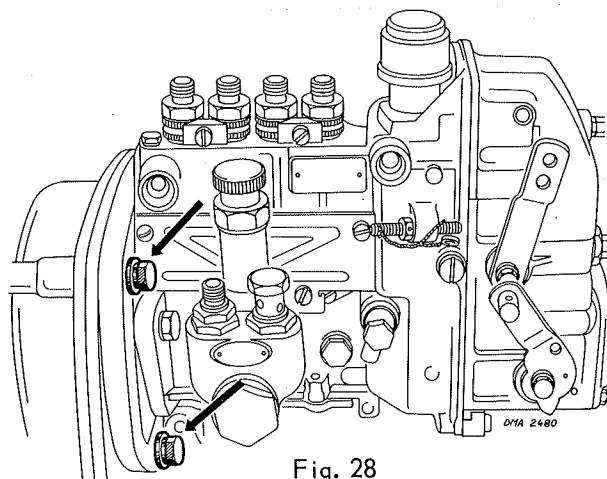

Fig. 28
- Dévisser les trois vis de fixation de la plaque-support de pompe d'injection et sortir cette dernière avec son pignon d'entraînement (fig. 28).